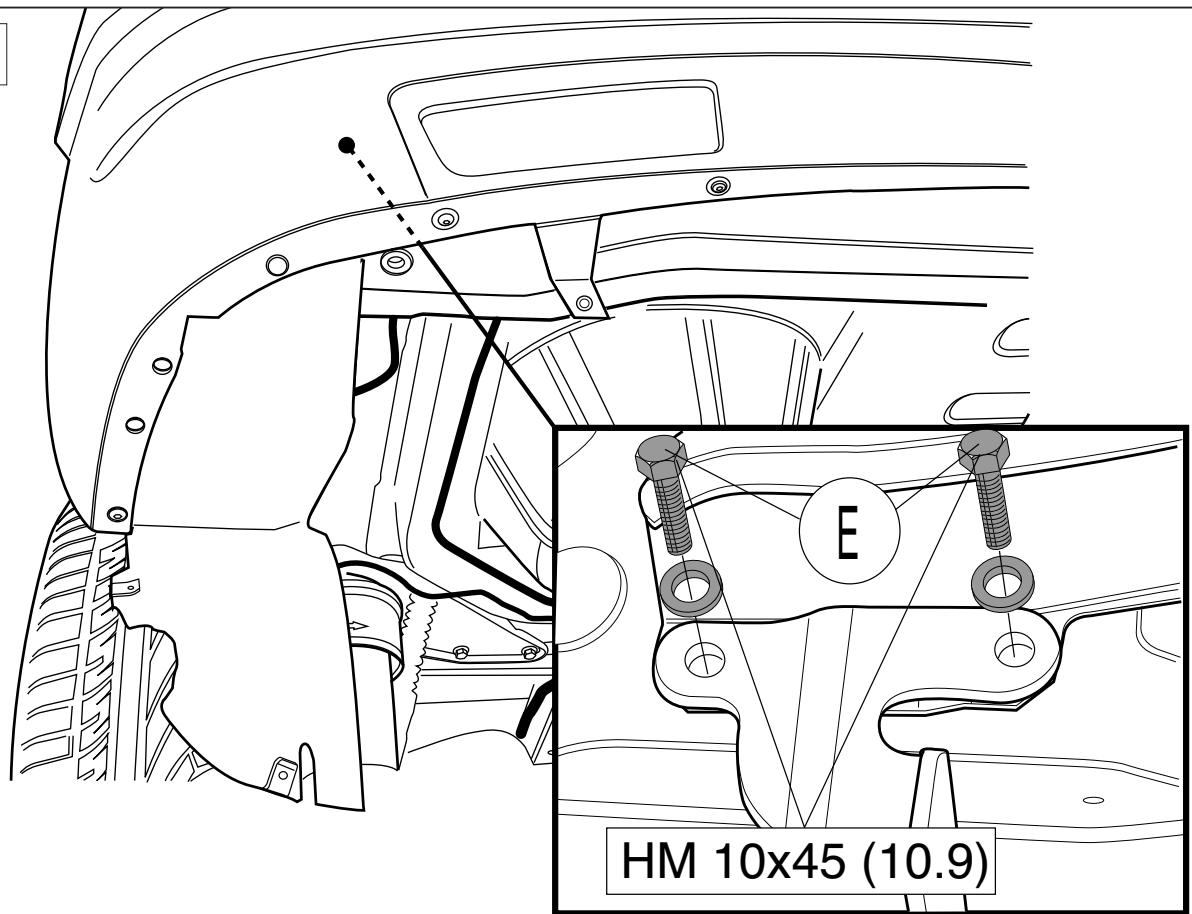

Fig.3
- В точках E установить болты вместе с шайбами См. рисунок 3.